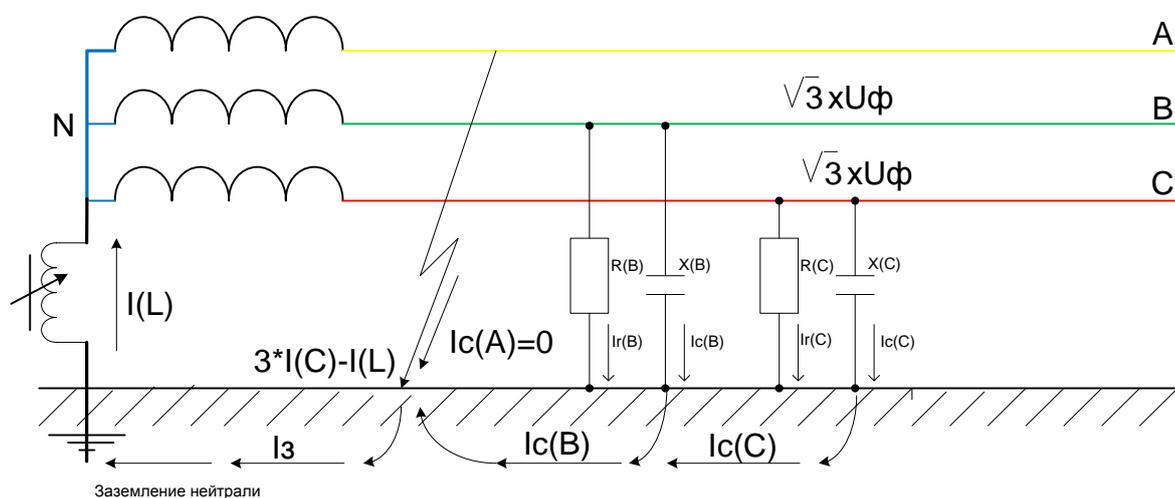

Рисунок 1.5. Трёхфазная сеть с резонансно – заземлённой нейтралью
1.4. **Сеть с резонансно – заземлённой нейтралью** - нейтраль трансформатора или генератора присоединённая к заземляющему устройству через дугогасящий реактор (Рис.1.5)
В нормальном режиме работы ток через реактор практически равен нулю. При полном замыкании одной фазы на землю дугогасящий реактор оказывается под фазным напряжением и через место замыкания на землю протекает наряду с емкостным током  $I(c)$ , также индуктивный ток реактора  $I(L)$  (рис.1.5). Так как индуктивный и емкостной токи отличаются по фазе на угол  $180^0$ , то в месте замыкания на землю они компенсируют друг друга. Если  $I(c) = I(L)$  (резонанс), то через место замыкания на землю ток протекать не будет. Благодаря этому дуга в месте повреждения не возникает и устраняются связанные с нею опасные последствия.